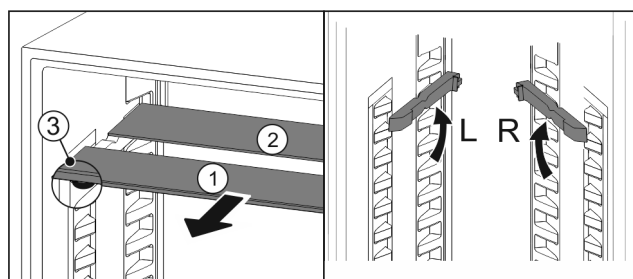

Fig. 19
- Skleněné desky jednotlivě vytáhněte dopředu Fig. 19 (1).
- ▷ Skleněná deska Fig. 19 (1) s ozdobnou lištou leží vpředu.
- ▷ Záračky Fig. 19 (3) směřují dolů.